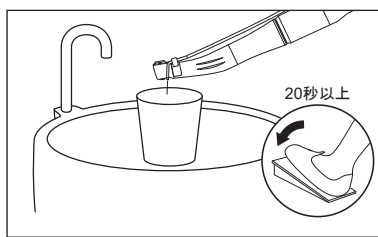

図11
- 3 ハンドピースを20秒以上作動させ、注水されていること、異常がないことを確認します。(図11)